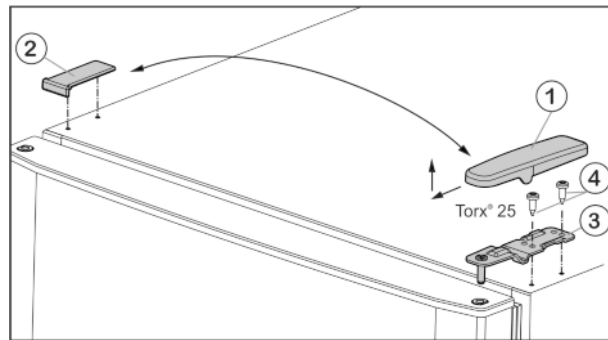

Fig. 5
- ▶ Rimuovere la copertura Fig. 5 (1) tirandola in avanti e in alto.
- ▶ Sollevare la copertura Fig. 5 (2).
- ▶ Svitare il cuscinetto di supporto superiore Fig. 5 (3) 2 giri con chiave Torx® 25 Fig. 5 (4) e sfilarlo verso l'alto.
- ▶ Inserire il cuscinetto di supporto superiore Fig. 5 (3) nella porta, sul lato della nuova cerniera.
- ▶ Avvitare il cuscinetto di supporto superiore **saldamente (con una coppia di 4 Nm)** (2 giri con chiave Torx® 25) Fig. 5 (4). Eventualmente utilizzare un avvitatore a batteria.
- ▶ Applicare e innestare dall'esterno la copertura Fig. 5 (1) sul lato opposto.
- ▶ Applicare e innestare dall'alto la copertura Fig. 5 (2) sul lato opposto.